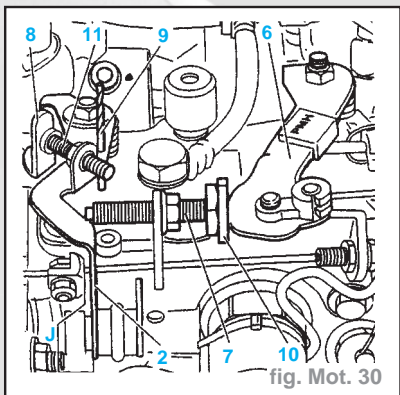

fig. Mot. 30
- commande de ralenti accéléré libérée (jeu J compris entre **0,5 et 1 mm**) (fig. Mot. 30)
- Placer une cale de **4 mm** (10) entre le levier de charge (6) et la butée d'anticalage (7).
- Pousser le levier de stop (8) (fig. Mot. 30).
- Engager une pige (9) de diamètre de **3 mm** dans le levier (2).
- Régler le régime moteur à **1500 tr/mn ± 100** en agissant sur la butée (7).
- la cale (10)
- la pige (9)
- Régler le régime de ralenti en agissant sur la vis de réglage (11) (fig. Mot. 30).
- Déplacer le levier de charge (6) pour obtenir un régime moteur de **3000 tr/mn** (fig. Mot. 30).
- Lâcher le levier de charge (6).
- Opération à effectuer : dévisser la vis (7) d'un quart de tour (fig. Mot. 30).
- Opération à effectuer : visser la vis (7) d'un quart de tour (fig. Mot. 30).